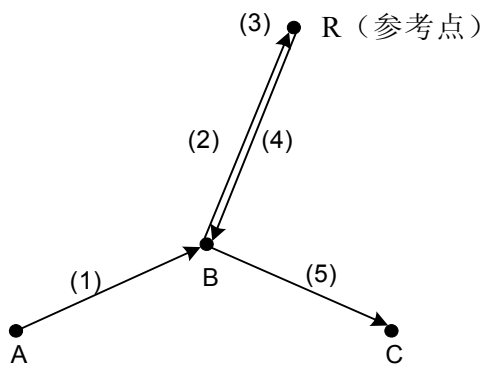

图 4-3-1-1
- 1、G28 程序段的动作可分解成如下（参见图 4-3-1-1）：